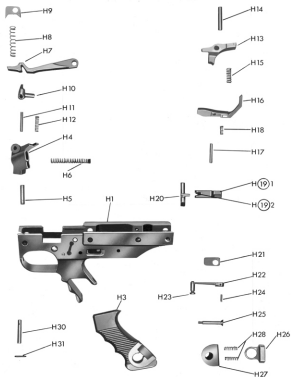

Abb. 18: Handabzug (H); Einzelteile
Die Einzelteile des Handabzuges (H) sind (Abb. 18):